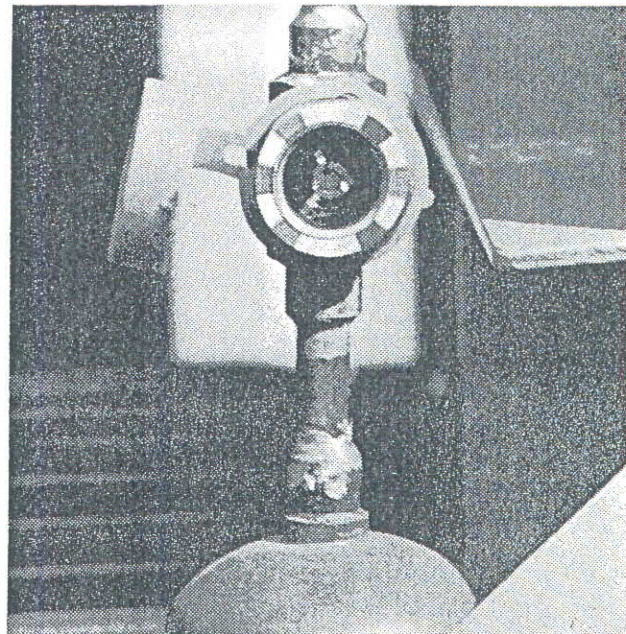

Bild 18: Kältemittelschauglas mit Indikator (8)
Zur Kontrolle des Kältekreislaufs ist in der Druckleitung ein Kältemittelschauglas mit Indikator (33) eingebaut (siehe Bild 18).